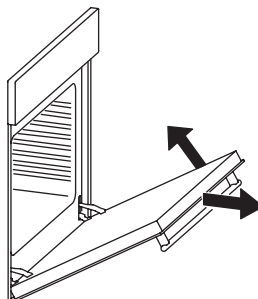

fig. 13: Ovendeur verwijderen
- Doe de ovendeur half dicht en neem de deur uit de steunen (zie fig. 13). Ga voorzichtig met de ovendeur om en laat de scharnieren in positie.